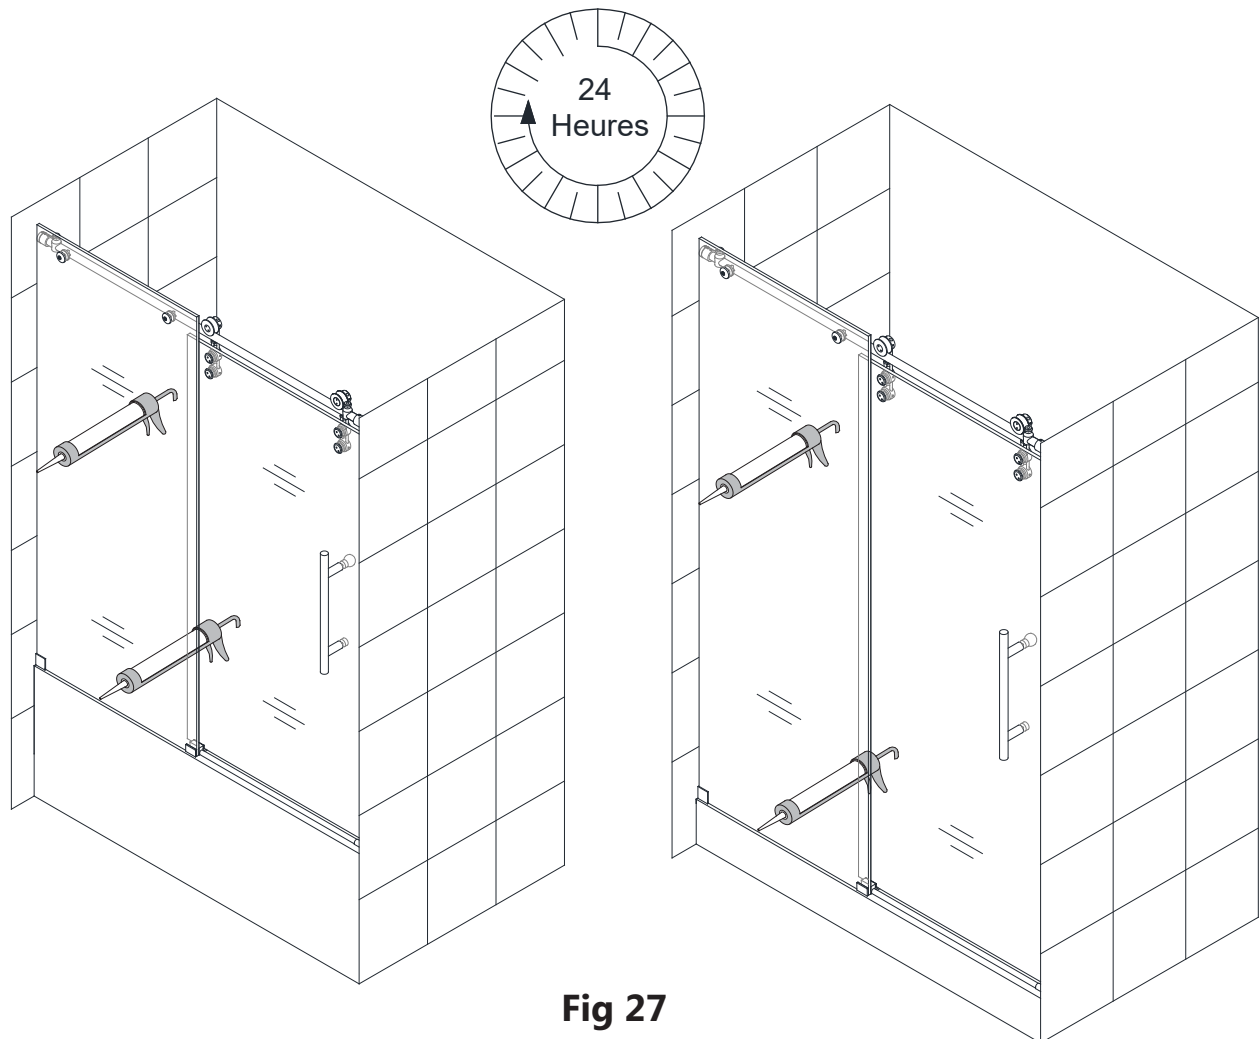

Fig 27
23. Appliquez un silicone de qualité supérieure, résistant à l'eau et à la moisissure, le long de la jonction du panneau vitré avec les murs et le seuil ou le pourtour de la baignoire. (**Fig. 27**)